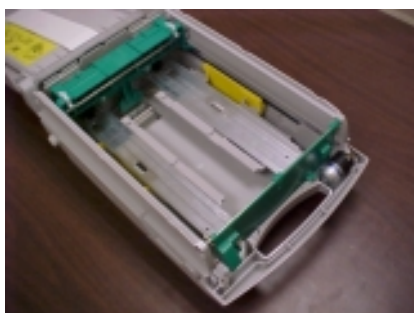

Figure 3
3. Poussez l'ensemble de support des billets vers l'arrière (extrémité alimentation) de la cassette, comme l'indique la figure 3.